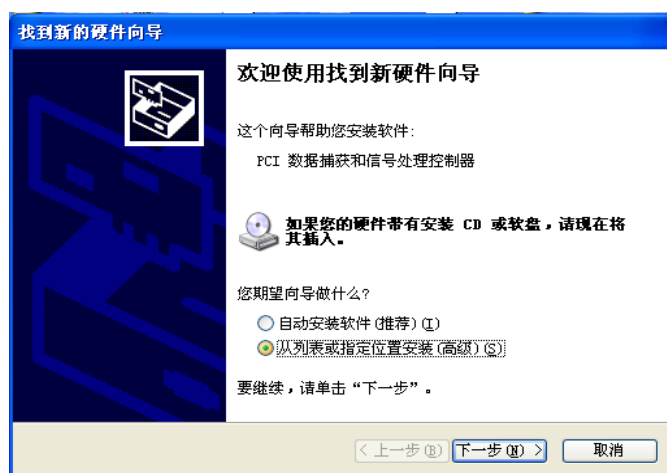

图 5-1 新的硬件安装向导
- 3) 操作系统提示发现新硬件，并弹出图 5-1 所示的找到新硬件安装向导；